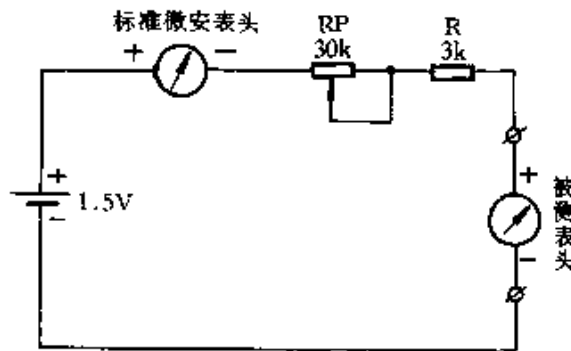

图 4-5
(1) 制作前的准备
① 首先测出待用表头的满度电流 I_0 和内阻 R_0 。如图 4-5 所示,用一只 $160 \sim 300\mu\text{A}$ 的标准微安表与被测待用表头串接,